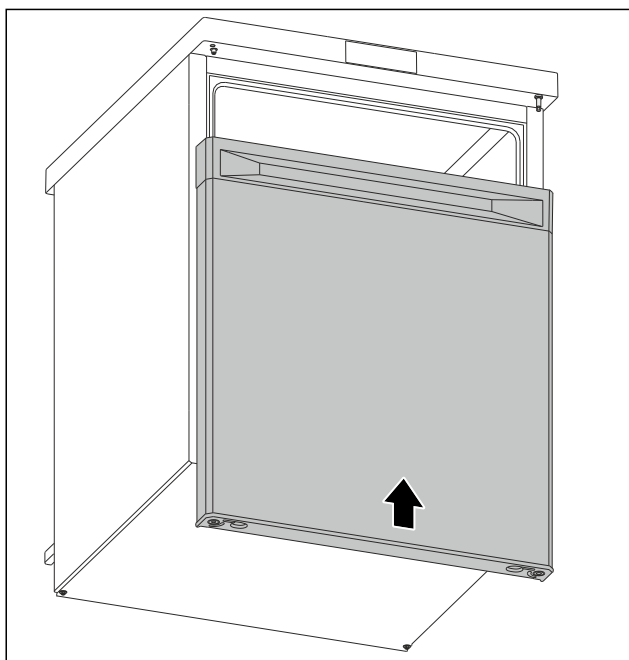

Fig. 13
- Futni derën në gjendje të mbyllur në bulonin e sipërm. (shihni Fig. 13)